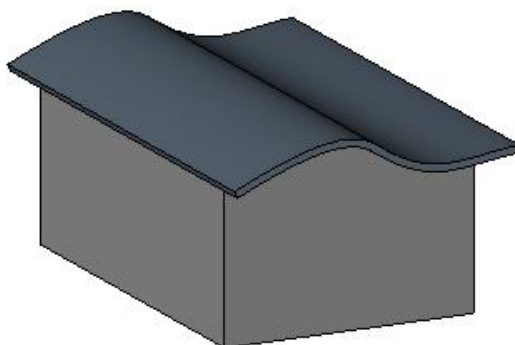

图 7-18 完成的拉伸屋顶
- 6) 单击“√ 完成编辑模式”，然后打开三维视图。根据需要可将墙附着到屋顶。见图 7-18。